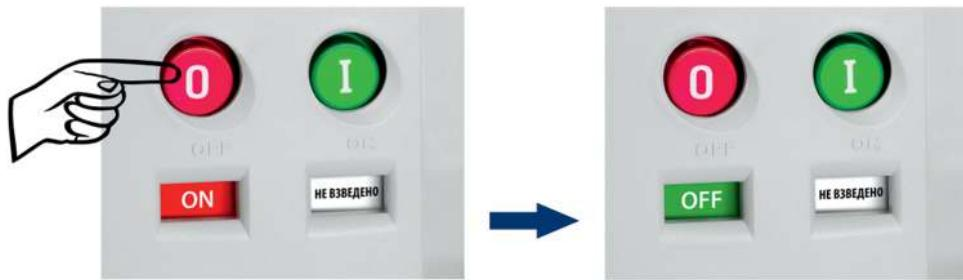

Рисунок 40 – Ручное отключение
- 4.6.3.2 Указатель ON/OFF будет показывать «OFF» (ОТКЛ.), смотри рисунок 40.